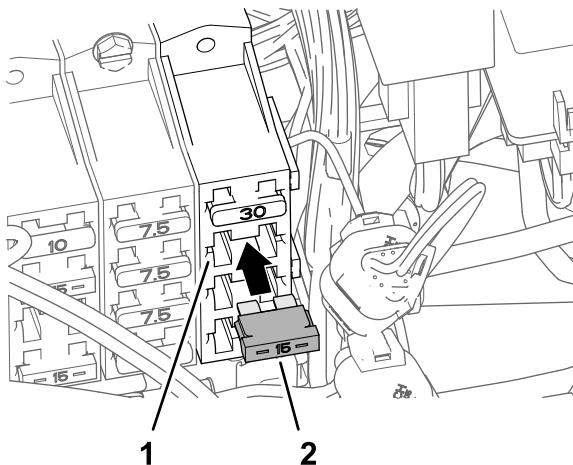

**Bild 189**
5. Stecken Sie den Flachstecker, den Sie in Schritt 4 markiert haben, in den Buchsen-Stecker am Ende des rosa Kabels (51 mm) des Kitkabelbaums (Bild 189).